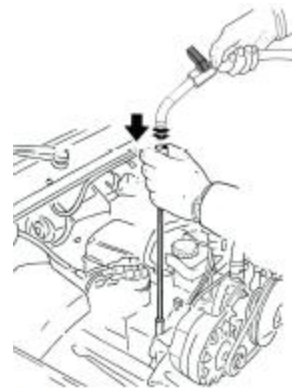

FIG.2
- Schließen Sie den Auslauf des Saugschlauchs an die im Motor eingetauchte Sonde an. (Abbildung 2)